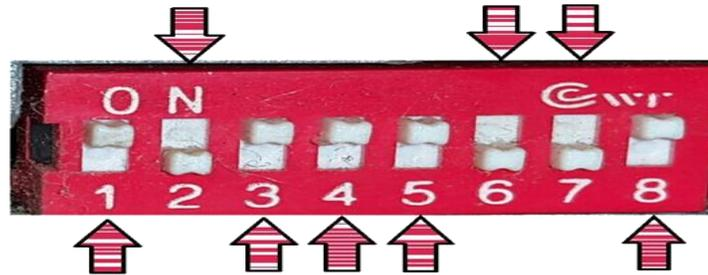

Figura 73: Dipswitch Módulo K-9 150D-LA del sistema didáctico para activar y desactivar las funciones de forma manual.
**Paso 1:** Cambiar la posición de los dip-switch (ON-hacia arriba; OFF hacia abajo) ver Figura 73, según la función a programar.